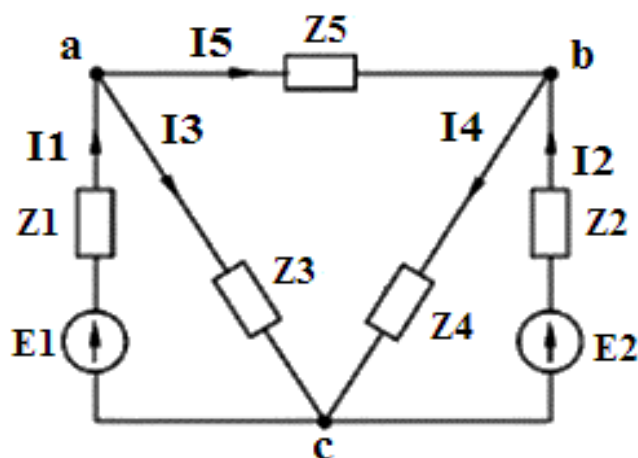

Рис. 1.44. Схема сложной электрической цепи
**Задача 1.** Необходимо рассчитать электрическую цепь (рис. 1.44). Известны величины сопротивлений  $Z_1, Z_2, Z_3, Z_4, Z_5$ , ЭДС источников напряжения  $E_1$  и  $E_2$ . Определить токи во всех ветвях.